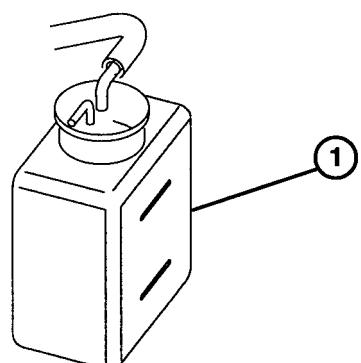

図19
2. 冷却液の量を点検する(図19)。タンクのマークの間まであれば適正(エンジンが冷えている時。)